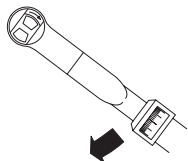

Fig. 3 / Abb. 3 / Afb. 3
- una chiave dinamometrica con inserti a brugola da 8 mm e 5 mm (Fig. 3)
- torque wrench with 8 mm and 5 mm hex inserts (Fig. 3)
- Drehmomentenschlüssel mit 5 mm und 8 mm Schraubendrehereinsatz für Innensechskantschrauben (Abb. 3)
- une clé dynamométrique pour écrous à six pans de 8 mm et 5 mm (Fig. 3)
- una llave dinamométrica con inserciones Allen de 8 mm y 5 mm (Fig. 3)
- een momentsleutel met zeskantinzetstukken van 8 mm en 5 mm (afb. 3)